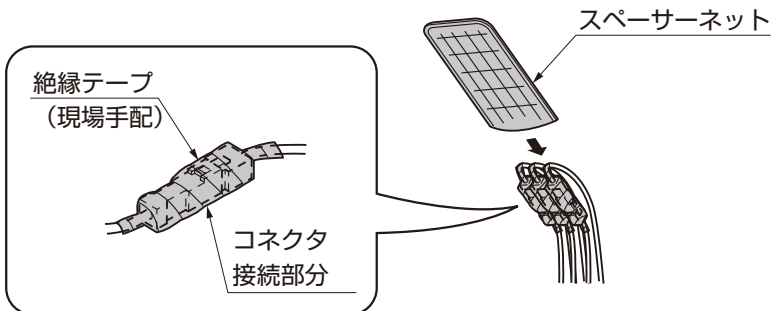

図3-5 3分岐の場合
- ①ケーブルの表面をサンドペーパーで削りコネクタ接続部分に絶縁テープ(現場手配)を2回以上巻いてください。(図3-5参照)
- ②全てのコネクタ接続部分をスペーサーネットに入れてください。(図3-5参照)